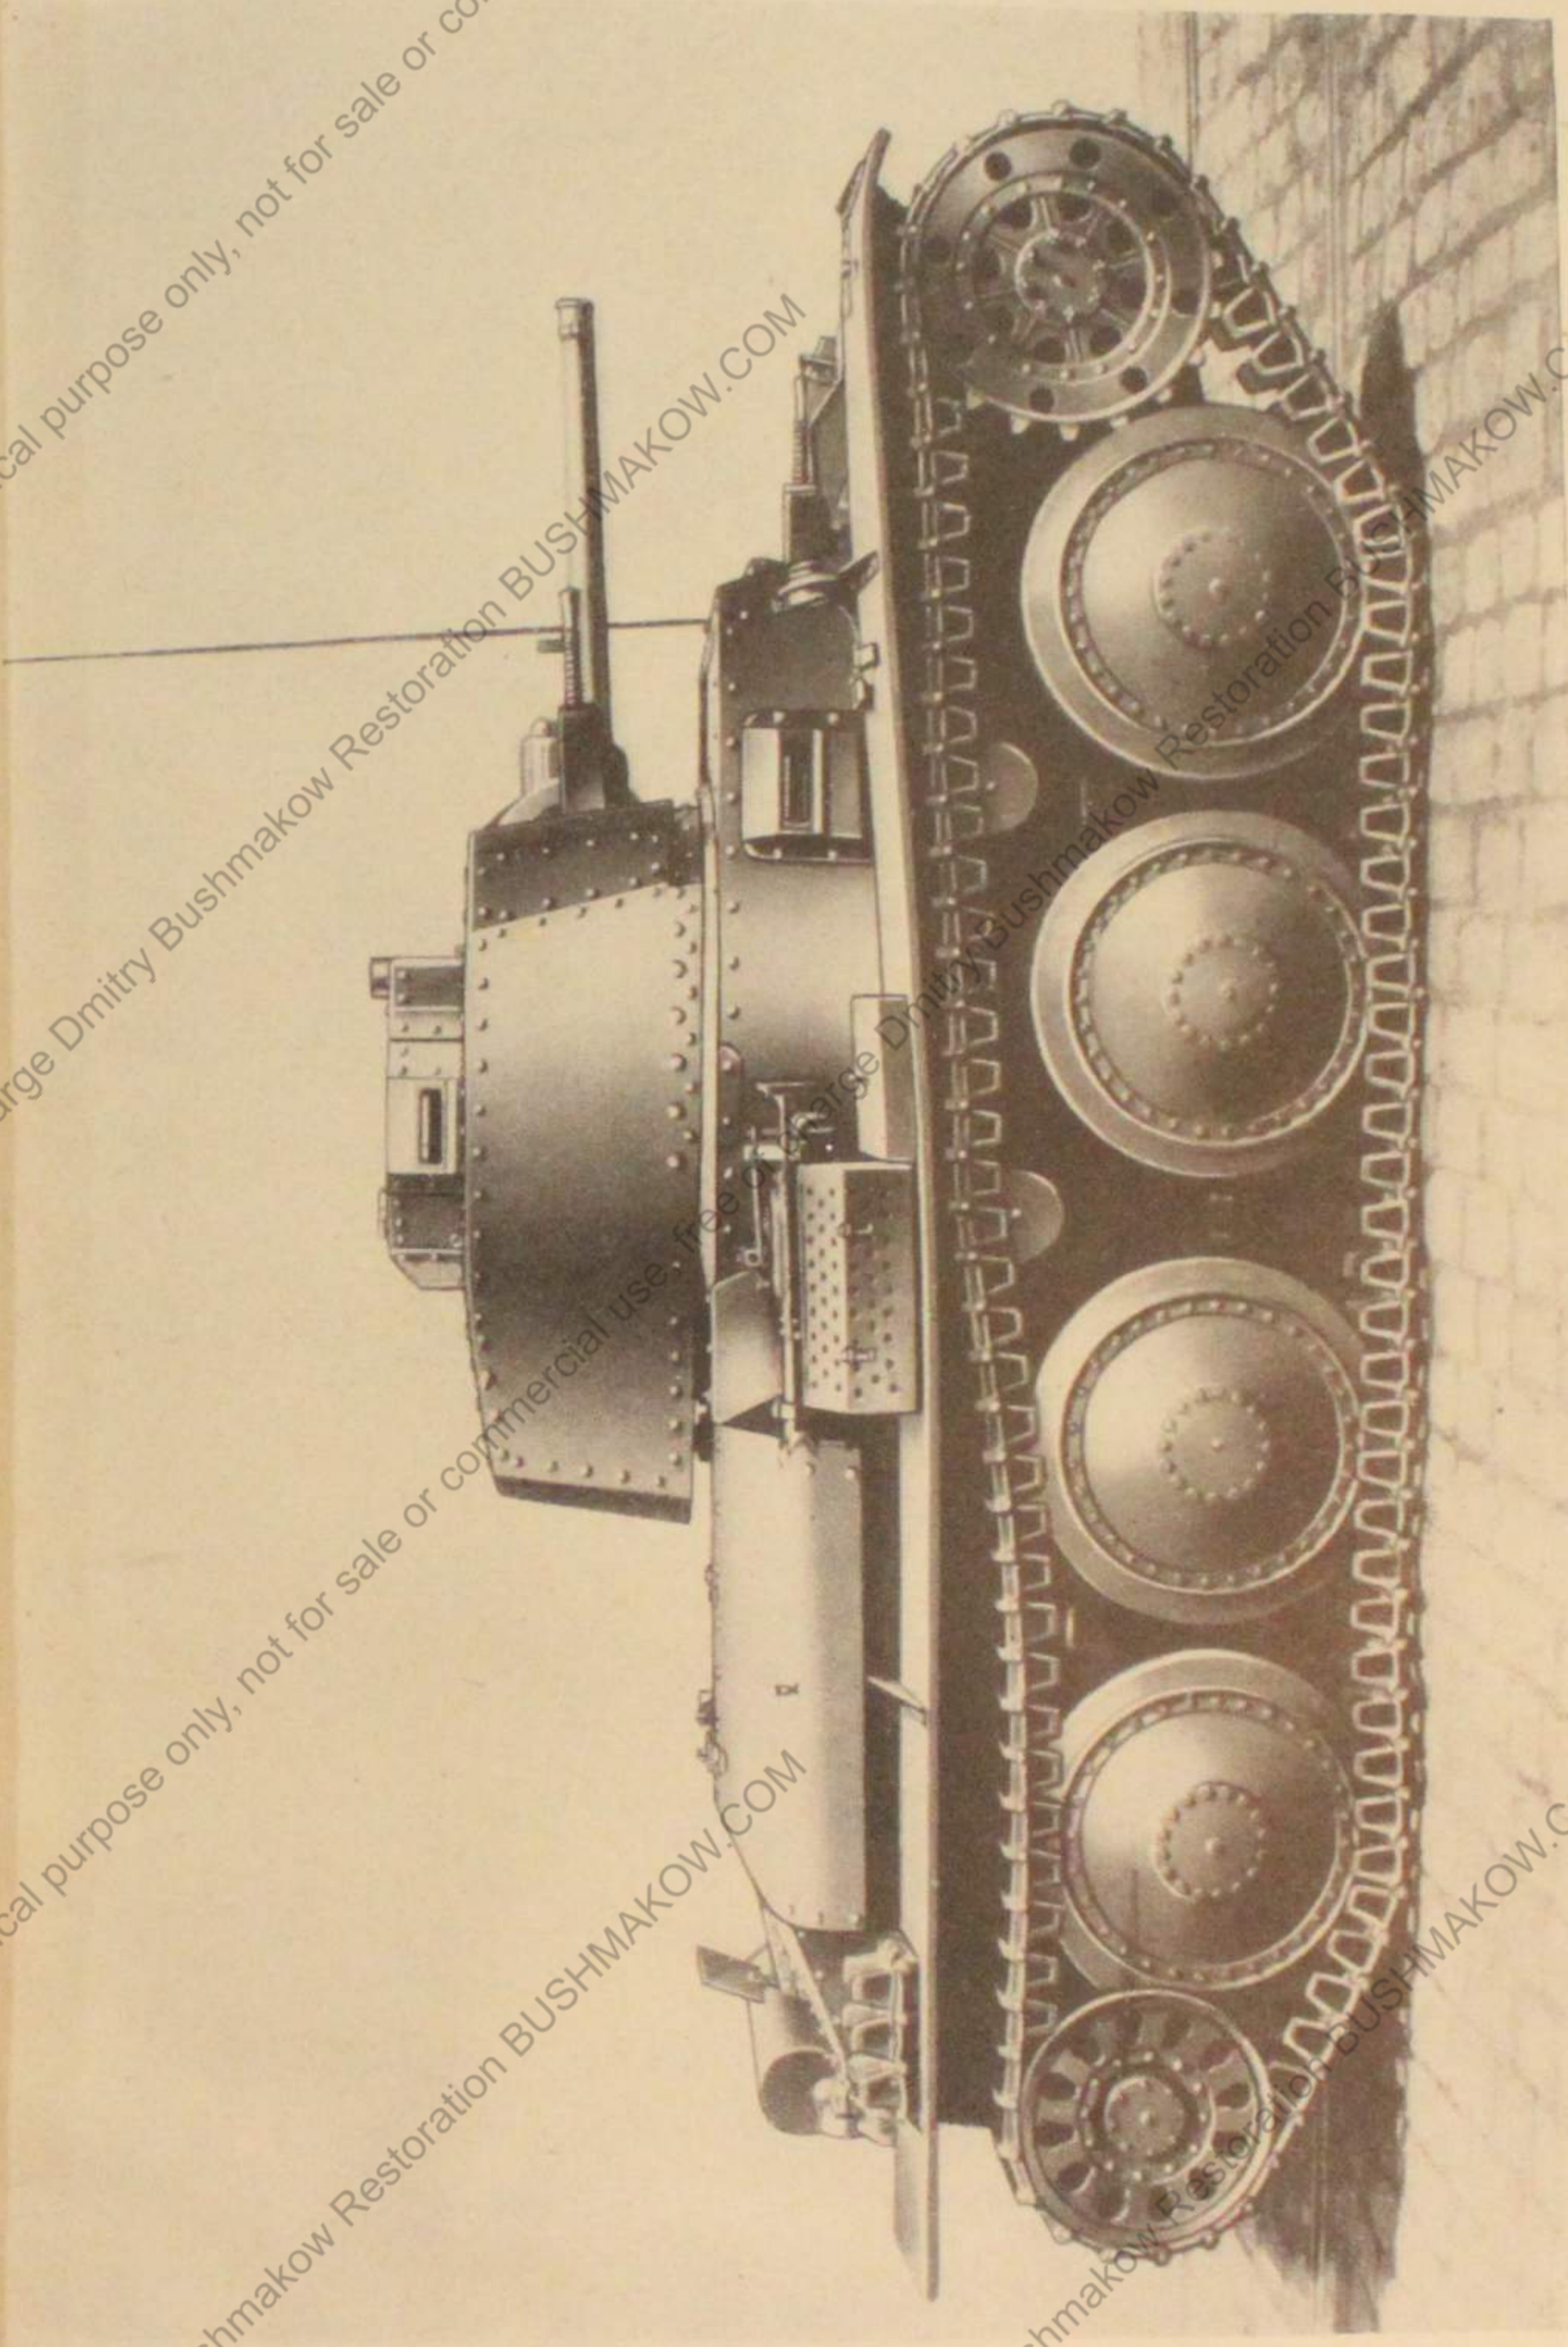

Bild 2 Panzerkampfwagen 38 (t), Ansicht von rechts
- a) 1 Signalleuchte (37) zum Zeichengeben aus dem Turm; Anschluß erfolgt an Steckdose (47) des Signalkastens. Bei neueren Pz Kpfw 38 (t) wird die Signalleuchte nicht mehr mitgeliefert;
- c) 1 Leuchte (38) als Turmbeleuchtung;
- d) 1 Leitung zum Funkgerät (84). Hierzu sind Einzelheiten aus D 1004/1, Bild 2, zu entnehmen.